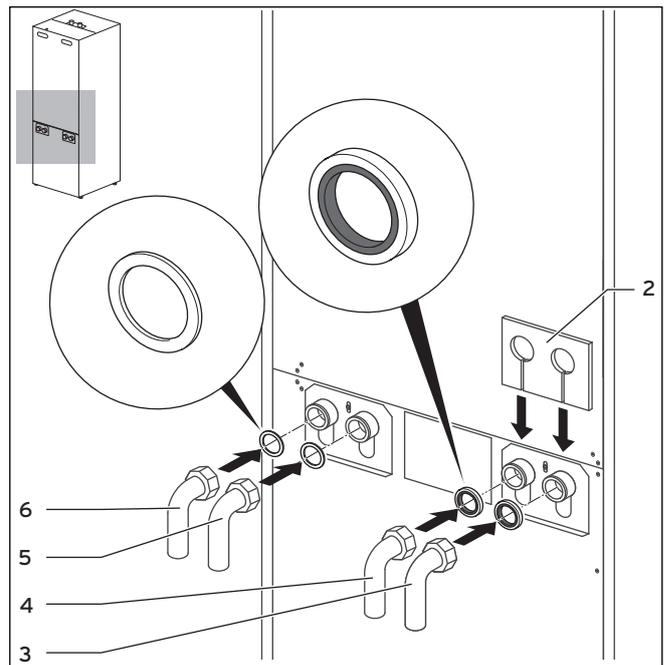

Abb. 5.4 Anschlusswinkel montieren
Falls an den Anschlüssen des Solekreises (→ **Abb. 5.4, Pos. 3 und 4**) nicht die Dichtungen mit Metallstützring verwendet werden, kann es zu Undichtigkeiten kommen!
- Die Rohrinstallation und die Verwendung der Dichtungen muss gemäß → **Abb. 5.4** erfolgen.
Legende zu Abb. 5.4
- Schließen Sie die Vorlaufleitung an (→ **Abb. 5.4, Pos. 6**).
- Schließen Sie die Rücklaufleitung an (→ **Abb. 5.4, Pos. 5**).
- Schließen Sie die Soleleitungen an die Wärmepumpe an (→ **Abb. 5.4, Pos. 3** und **4**).
- Montieren Sie die zur Wärmedämmung des Anschlussblechs vorgesehene Isoliermatte (→ **Abb. 5.4, Pos. 2**).